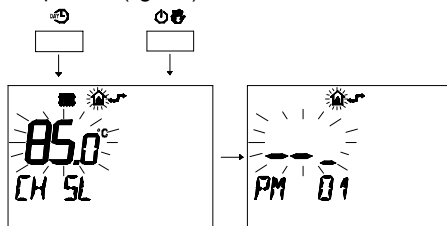

fig. 8.3
- 10 Premere contemporaneamente i pulsanti e per entrare nella programmazione trasparente (fig. 8.3)